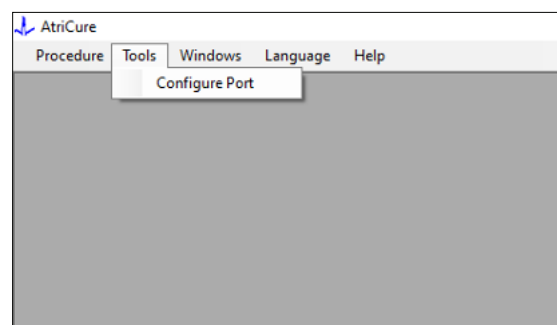
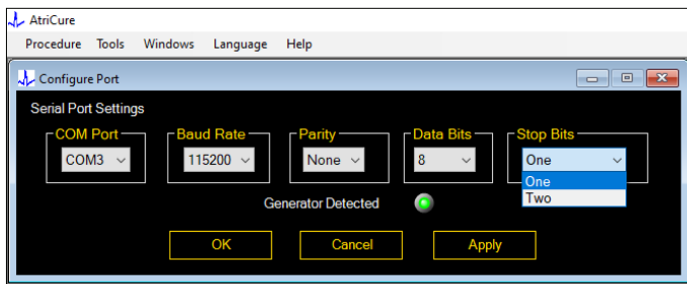

Abbildung 8: Option zur Konfiguration der Einstellungen für den Kommunikationsanschluss in der Software
Abbildung 9: Optionen zur Konfiguration der Einstellungen für den Kommunikationsanschluss in der Software
2. Wenn Sie die Optionen „Werkzeuge“ > „Anschluss konfigurieren“ wählen, wird das folgende Fenster geöffnet (siehe **Abbildung 8** und **Abbildung 9**):